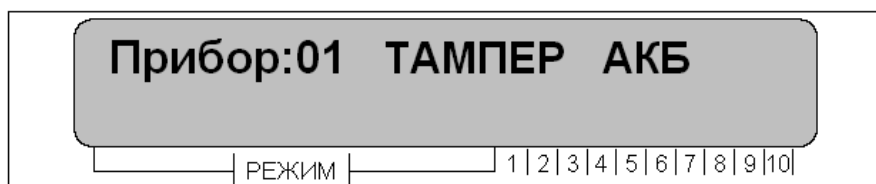

Рисунок 7
- «Тревоги и неисправности» - отображается состояние приборов в системе, рисунок 7.